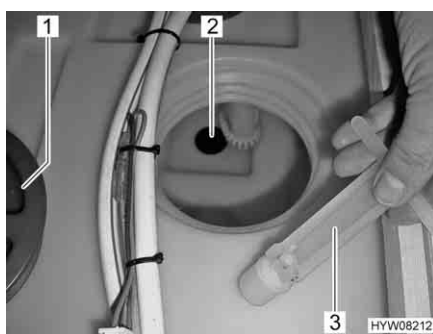

Fig. 156 Serbatoio dell'acqua
- Svitare il coperchio (Fig. 156,1) del serbatoio dell'acqua.
- Estrarre il tappo di chiusura (Fig. 156,3) dall'apertura di scarico (Fig. 156,2). L'acqua fuoriesce.